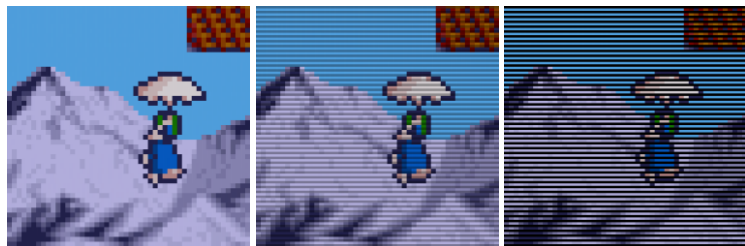

Abbildung 6: Röhren-Look per **Scanline** (10) Einstellung
Die Einstellung **Scanlines** (10) bestimmt die Intensität der sogenannten Scanlines (s. Abbildung 6). Scanlines bilden die Darstellungsweise eines Röhrenbildschirmes nach. Scanlines werden nicht bei Eingangsaufösungen im Interlacemodus ausgegeben.